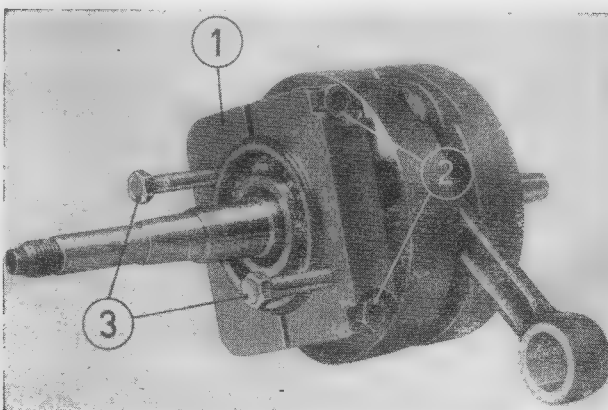

Bild 228. Abziehen der Kugellager 6306 von der Kurbelwelle
Durch das Einschrauben von 2 weiteren Schrauben mit gehärtetem Zapfen am Anfang des Gewindes (3) werden die Lager von der Kurbelwelle gezogen (Bild 228).